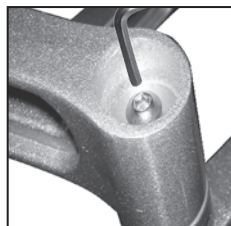

Fig. 6 – Utilice la Llave Allen para apretar los brazos y evitar el movimiento no deseado.
- Si alguno de los brazos se afloja demasiado como para mantenerse en posición, puede apretarlo utilizando la Llave Allen incluida en el juego de herraje (vea la Fig. 6).